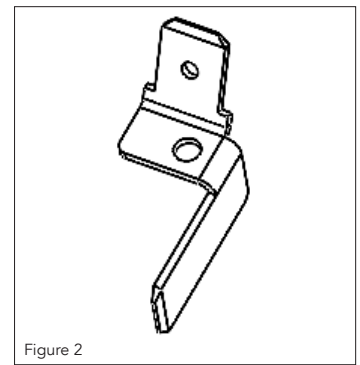

Figure 2
4. Remplacez les bornes par des bornes fournies dans le sac. (Figure 2)